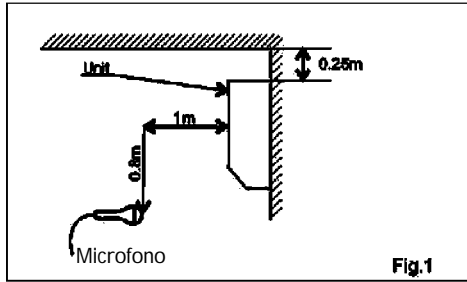

Figura 1 - Unità a Parete
6.2 Spettri della Pressione Sonora (Misurati come da Figura 1)